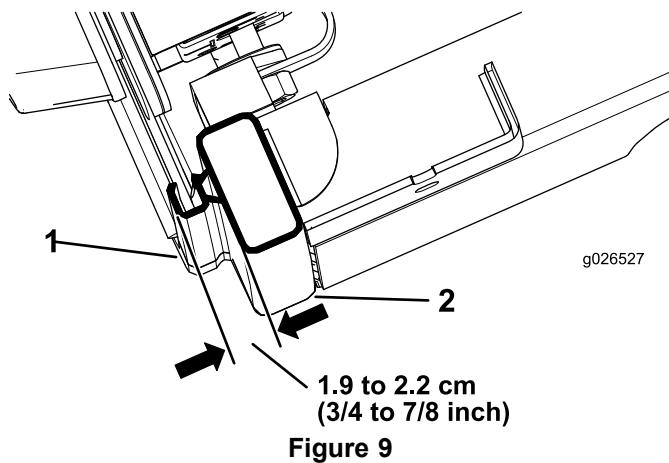

Figure 9
3. Fermez complètement la porte et mesurez la hauteur du joint bulle jusqu'à la surface d'étanchéité du longeron de cabine, et vérifiez que la hauteur est comprise entre 1,9 et 2,2 cm, comme montré à la Figure 9.